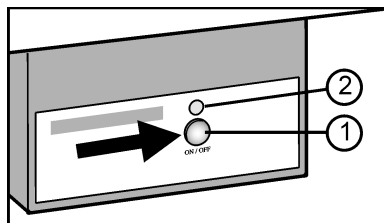

Fig. 4
- Pulse la tecla On/Off Fig. 4 (1) hasta que el LED Fig. 4 (2) se ilumine.